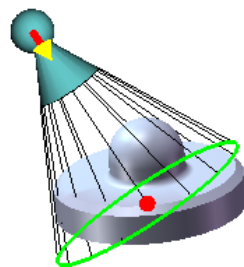

图 8.2.10 聚光源视图区
Step4. 完成各项设置后，视图区如图 8.2.10 所示，单击按钮，完成聚光源的创建。